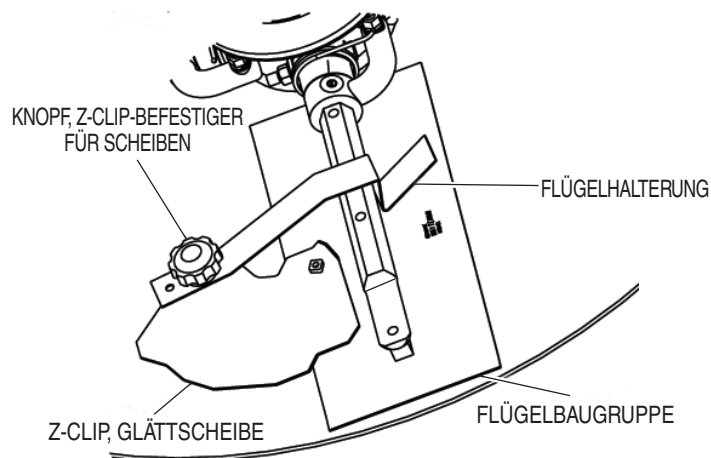

Abb. 36. Glättscheibenmontage mit Z-Clip
Montage von Glättscheiben an den Glättflügeln siehe Abb. 36.
3. Die Flügelhalterungen mit den Halteknöpfen am entfernteren Ende der Z-Clips befestigen, siehe Abb. 36.